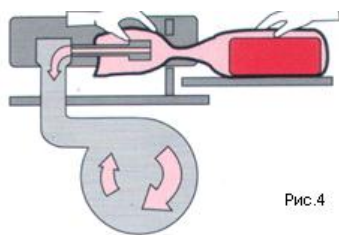

Рис.4
-Пакет с продукцией укладывается на специальный поддон машины, и открытая часть пакета надевается на сопло (Рис. 4)